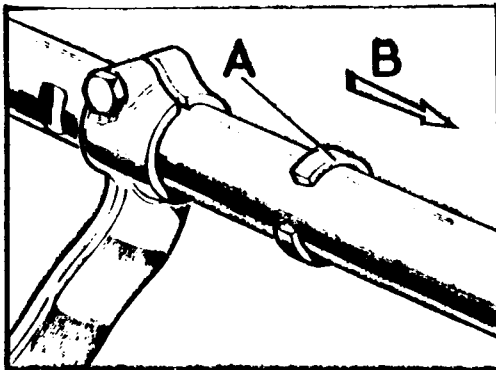

Fig. C-88 Instalación de la empaquetadura de la barra corredera
- 3.1. Situar los retenes, A y B (Fig. C-87) en los ejes selectores, teniendo en cuenta que son de perfil troncocónico y que la parte más delgada debe quedar hacia adelante. El retén, A, correspondiente al eje de marcha atrás es de diferente tamaño de los otros dos (Fig. C-88).